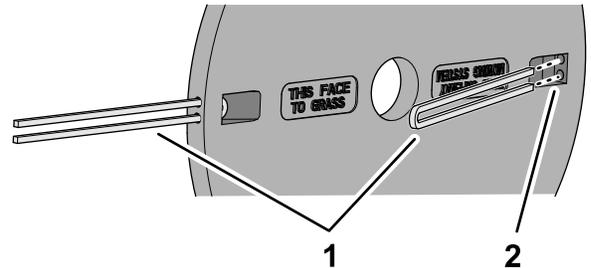

図 26
2. 刈り込みラインを新しいものに交換する新しいライン 2 本を同じ長さにして 図 26 に示すように反対向きに取り付ける。